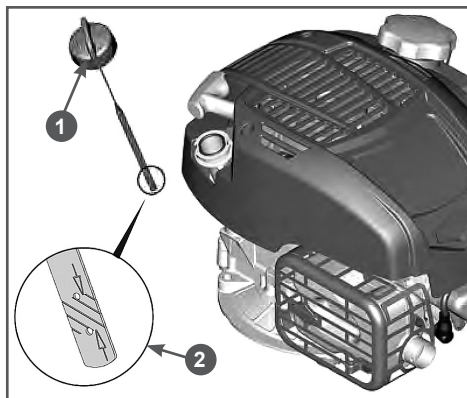

Рис. 11 Проверка уровня масла
2. Поверните крышку-щуп 1 маслозаливной горловины против часовой стрелки на 90 градусов (смотреть сверху) и извлеките щуп (Рис. 11).
5. Аккуратно вытащите щуп и осмотрите его. Уровень масла должен соответствовать верхней отметке на щупе (Рис. 11 п. 2).
2. Поверните крышку-щуп 1 маслосазливной горловины против часовой стрелки на 90 градусов (смотреть сверху) и извлеките щуп (Рис. 11).
4. Аккуратно извлеките щуп и осмотрите его. Уровень масла должен соответствовать верхней отметке на щупе (Рис. 11 п. 2).
При недостаточном уровне масла в картере необходимо долить чистое масло до верхней отметки на щупе (Рис. 11 п. 2).